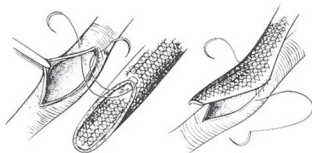

Fig. 9
2. Monofilamentärt polypropylen rekommenderas som suturmateriäl. Under suturering evertera protesens kanter och se till att hela väggens tjocklek och en nätmaska tas med varje stygn. Fig. 9.